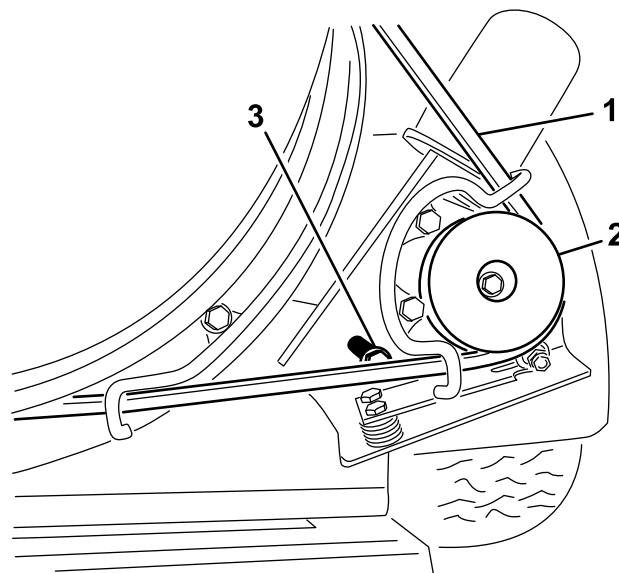

Bild 34
1. Lockern Sie die Schrauben, mit denen die Befestigungshalterung der Riemenscheibe am Bläserrahmen befestigt ist (Bild 34).